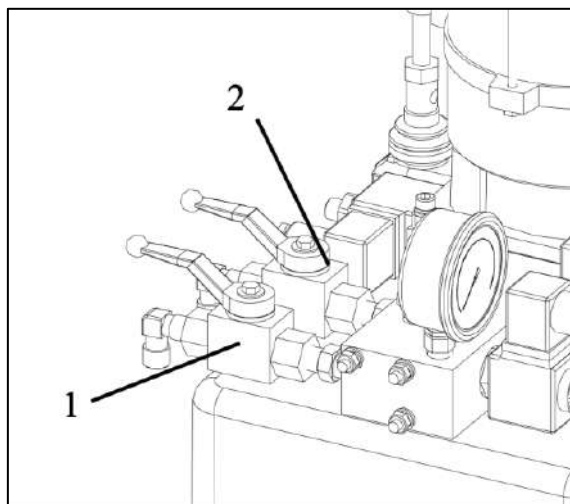

Fig. 10 - Indkøring og udluftning af lift
8. Drej knappen "MAIN/JACK" (fig. 9-1) til positionen . Åbn toppen af kontrolboksen og drej knappen "ADJ/WORK" (fig. 9-2) til positionen "WORK". Åbn fronten af kontrolboksen og luk de to kuglehaner (fig. 10).
17. Luk for kuglehanen (B) på pumpeenheden (fig. 10).
20. Drej knappen "ADJ/WORK" til positionen "ADJ". Åbn derefter den ene kuglehane (C).
22. Luk for kuglehanen (C) og drej knappen "ADJ/WORK" til positionen "WORK".